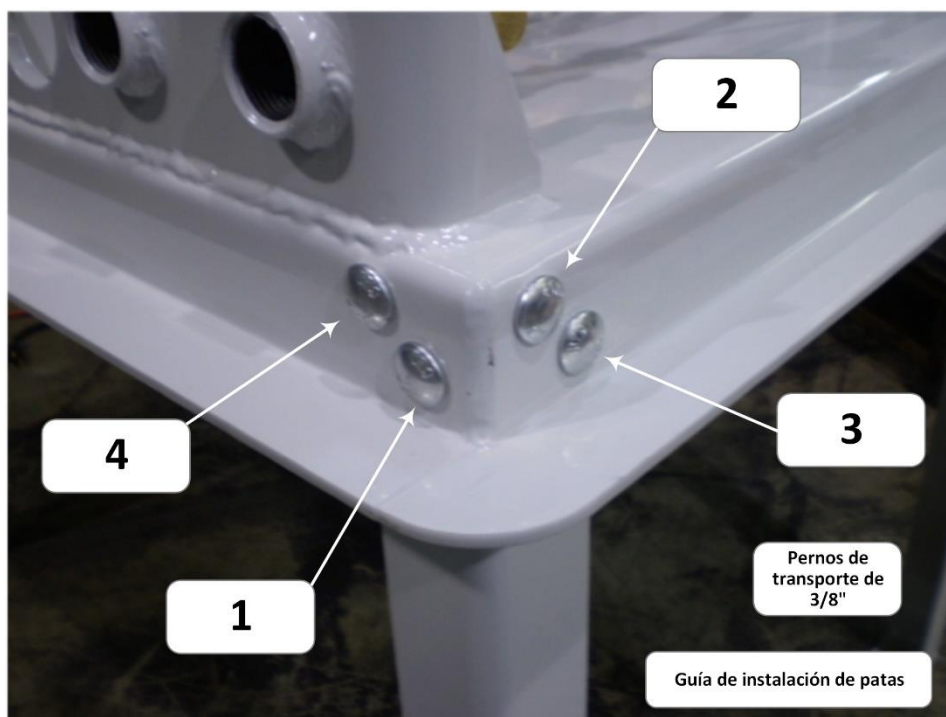

Figura 1-1: Secuencia de anclaje para fijar las patas a la base de la GREEN MACHINE
2. Instale las 4 patas en la GREEN MACHINE. Los cuatro pernos de transporte de 3/8" de cada pata DEBEN INSTALARSE Y AJUSTARSE EN LA SECUENCIA INDICADA EN LA **Figura 1-1**.